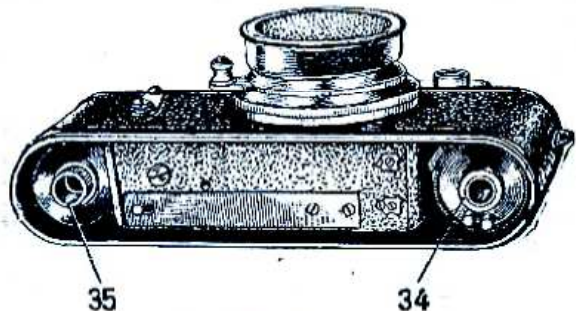

Рис. 3.
34. Кассета (рис. 3, 6, 7, 8)
85. Приемная катушка (рис. 3, 6, 7, 8)